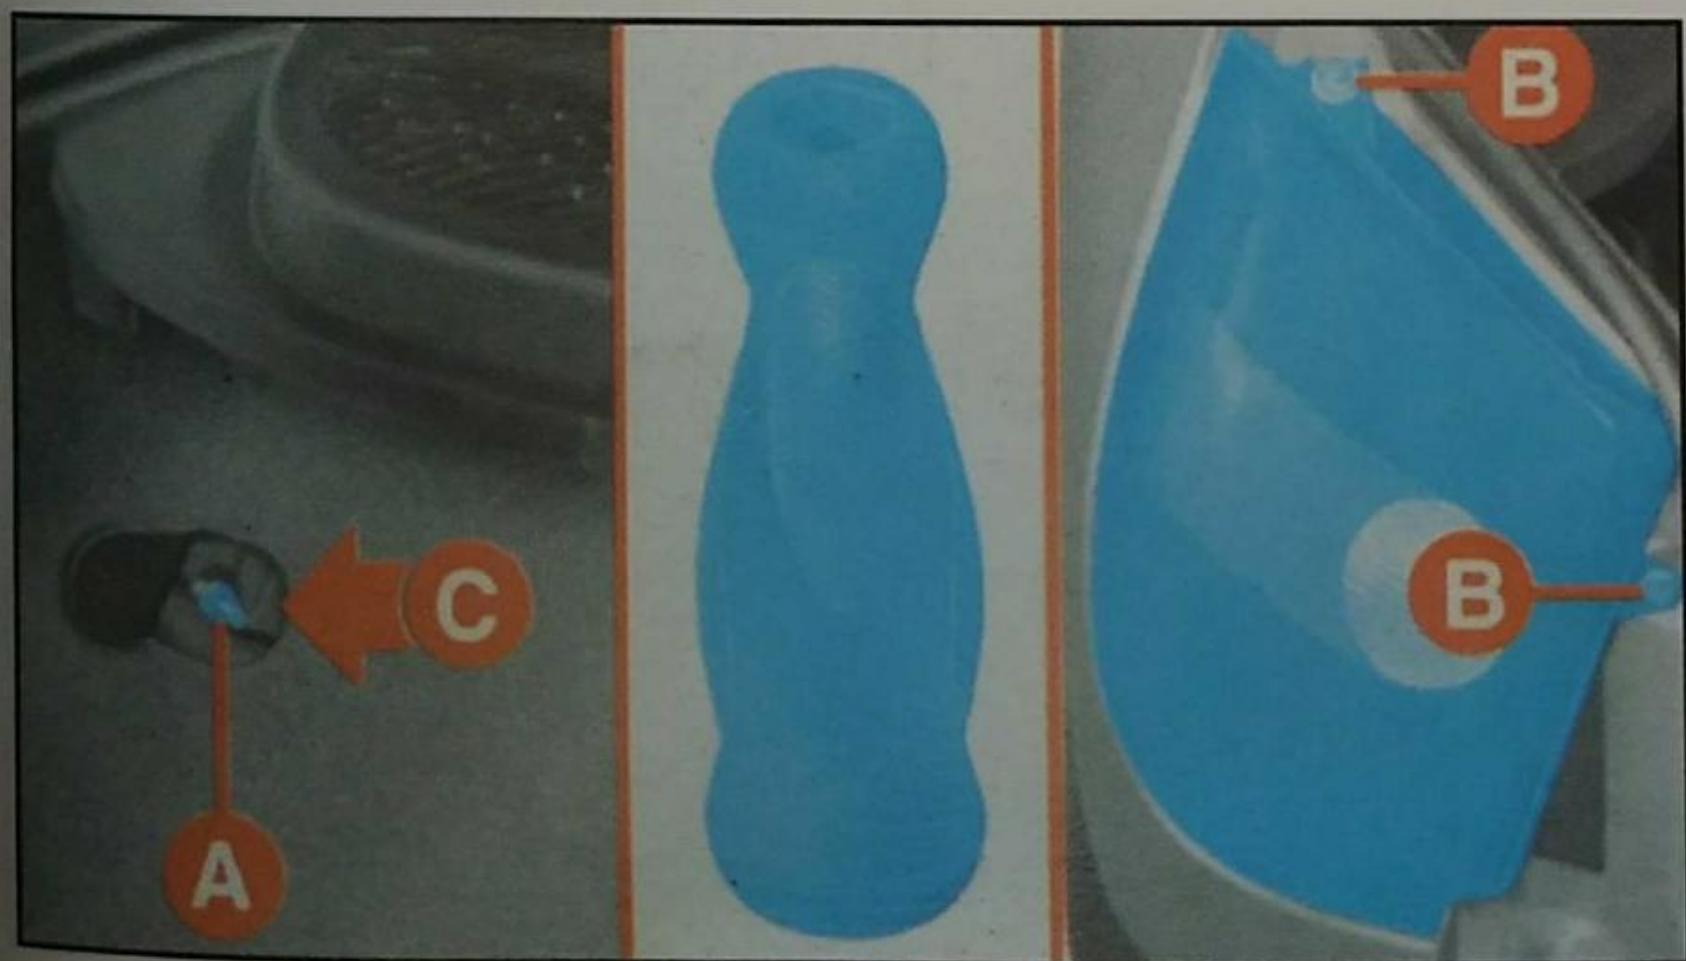

Fig. 20
1) Por dentro del compartimiento de equipajes, a través del orificio **C-fig. 20** soltar la tuerca **A**.
2) Soltar los pernos **B** y remover el conjunto. Soltar el conector eléctrico moviendo el respectivo gancho. Para soltar tanto la tuerca como el perno, utilizar el mango de la llave específica **fig. 20** disponible en el soporte de las herramientas junto a la rueda de repuesto.